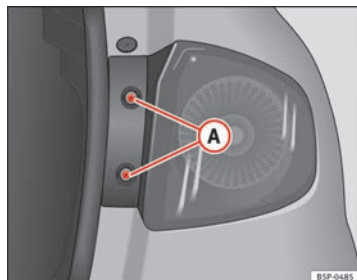

Fig. 189 Luci di posizione/arresto
- Estrarre le viti ⇒ fig. 189 **A**